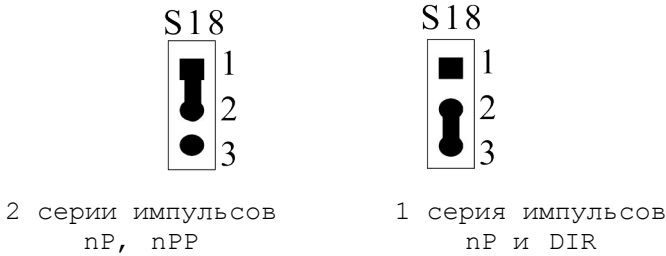

Рисунок 5.29
- **S18** – Данная перемычка служит для выбора режима импульсного задания движения привода. По умолчанию выбирается 1 серия импульсов **nP** и направление движения **DIR**, смотри рисунок 5.29. Модуль **ECDP** NC310-38 обеспечивает два режима импульсного задания движения привода, иллюстрация которых показана в таблице 5.17.